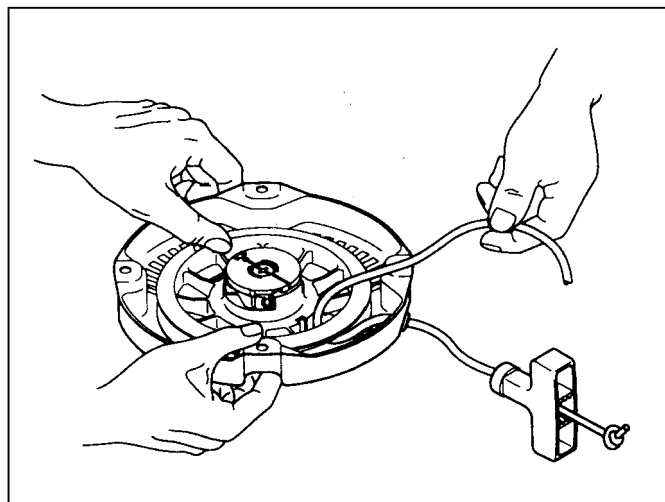

Рис. 10-1
- (1) Освободить спиральную пружину, для этого:
- 3: застопорить катушку большими пальцами обеих рук, чтобы шнур не смотался на нее обратно (см. рис. 10-1)